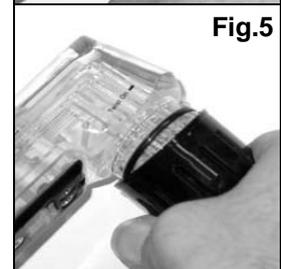

Fig.5
- 1b. SERIE 2.5 Y SERIE III: (Conexión atornillada, un O-ring) (Fig.5)**